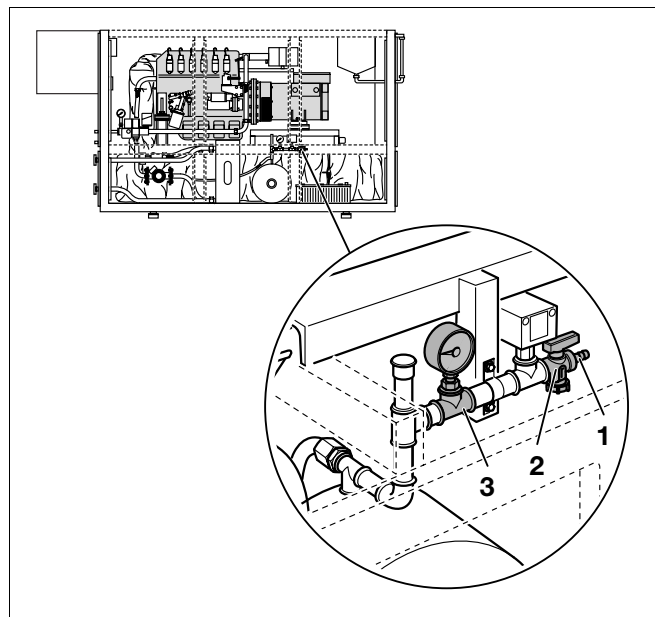

Рис. 13 Штуцер для наполнения охлаждающей жидкостью двигателя, с запорным краном и манометром (пример: Loganova E 0824 DN-40 и E 0826 DN-60)
- Надеть напорный шланг электронасоса или ручного насоса на штуцер для наполнения (рис. 13 и 14, **поз. 1**).
- Открыть запорный кран (рис. 13 и 14, **поз. 2**) и медленно заполнять систему охлаждающей жидкостью с давлением около 1 бар.
- Контролируйте давление наполнения по манометру (рис. 13 и 14, **поз. 3**)!
- Закрыть запорный кран (рис. 13, **поз. 1**) и снять напорный шланг.